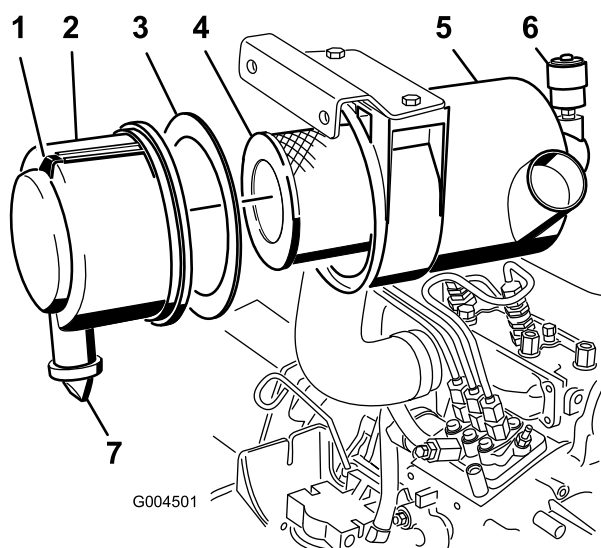

Figura 64
2. Revise el filtro del limpiador de aire cuando el indicador del limpiador de aire se vea rojo (Figura 64) o cada 400 horas (más frecuentemente en condiciones extremas de polvo o suciedad). No limpie con demasiada frecuencia el filtro de aire.
1. Tire hacia fuera del enganche y gire la tapa del limpiador de aire en el sentido contrario a las agujas del reloj (Figura 64).
2. Retire la cubierta de la carcasa del limpiador de aire (Figura 64).
4. Retire y cambie el filtro primario (Figura 64).
6. Asegúrese de que la junta de gomaespuma está colocada en la tapa y que no está desgarrada ni dañada (Figura 64).
- A. Retire la válvula de salida de goma de la cubierta (Figura 64).
10. Reinicie el indicador (Figura 64) si se ve rojo.